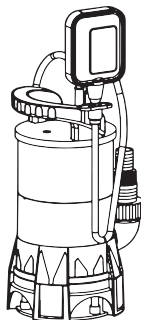

Abb. 6
➔ Wenn die entgegengesetzte Funktion der Kabelklemme in die Verriegelung des Schwimmerschalters (3) eingesteckt und das Kabel des Schwimmerschalters in die richtige Position gezogen wird, bleibt der Schwimmerschalter immer geöffnet, bis er manuell entfernt oder abgeschaltet wird (siehe Abb. 6).
Sie können das Gerät auch im manuellen Betrieb verwenden (siehe Abb.6). Im manuellen Betrieb ist es möglich, das Medium bis zu einer Resthöhe von 35 mm abzusaugen. Bitte beachten Sie, dass für den manuellen Betrieb der Anfangswasserstand mindestens 115 mm betragen muss, aber das Maximum von 250 mm nicht überschreiten darf.